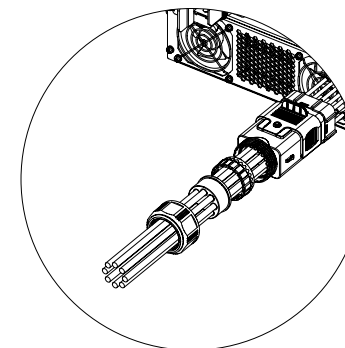

Figura 5-13
3) Allentare la ghiandola del coperchio impermeabile, ma non rimuoverla. Far passare i cavi attraverso la ghiandola, l'anello impermeabile e il coperchio impermeabile in sequenza, come illustrato nella figura 5-13.